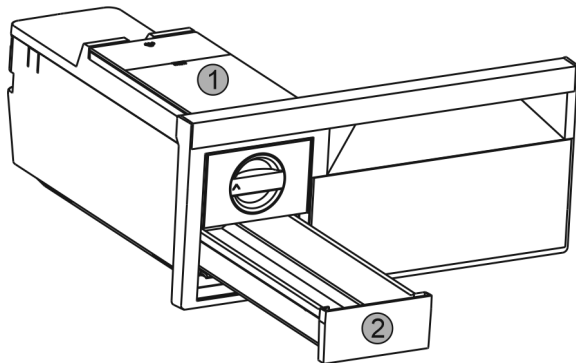

Fig. 38
- Rimuovere il serbatoio dell'acqua Fig. 38 (1) e il cassetto dei cubetti di ghiaccio Fig. 38 (2).